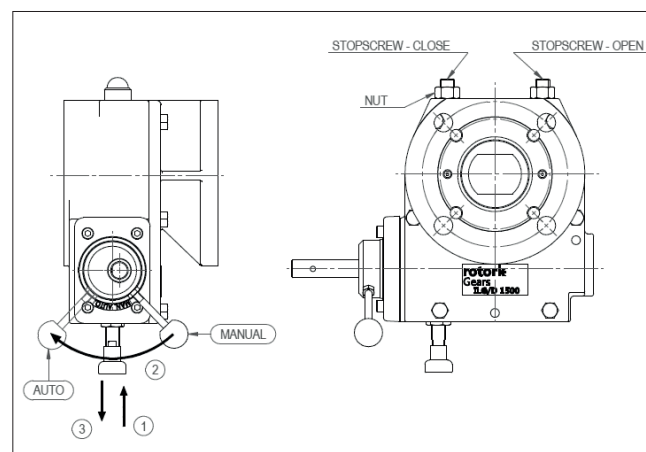

Figure 23.
2. Placez le réducteur en mode manuel en tournant la poignée dans le sens antihoraire, comme indiqué dans la (Figure 23) ci-dessous. Tirez d'abord le bouton (1), puis tournez le sélecteur (2) et enfin relâchez le bouton (3) et assurez-vous qu'il est engagé.
3. Tournez le volant dans le sens horaire pour amener le réducteur/la vanne en position de fermeture complète. Si la position complètement fermée ne peut être atteinte, desserrez la vis de butée de fermeture sur le réducteur (Figure 23) et vérifiez le réglage de la butée de l'actionneur. Une fois la fermeture complète obtenue, serrez à la main la vis de butée et bloquez-la avec le contre-écrou.
4. Tournez le volant dans le sens antihoraire pour amener le réducteur/la vanne en position d'ouverture complète. Si la position complètement ouverte ne peut être atteinte, desserrer la vis de butée d'ouverture sur le réducteur (Figure 23) et vérifiez le réglage de la butée de l'actionneur. Une fois l'ouverture complète obtenue, serrez à la main la vis de butée et bloquez-la avec le contre-écrou.
5. Tirez le bouton vers l'extérieur (3) puis tournez le sélecteur (2) vers « auto » jusqu'à ce que le bouton retombe dans sa position verrouillée. Le réducteur est alors prêt à fonctionner.
2. Pour actionner la vanne à l'aide du volant, le réducteur doit être basculé en mode manuel. Reportez-vous à la (**Figure 23**) :
- b. Tirez le bouton vers l'extérieur (3) et maintenez-le dans cette position.
- c. Tournez la poignée dans le sens antihoraire (2) vers la position "AUTO" et relâchez le bouton. Continuez à tourner la poignée jusqu'à ce que le bouton retombe en position de verrouillage (1).
- a. Tirez le bouton vers l'extérieur (3) et maintenez-le dans cette position.